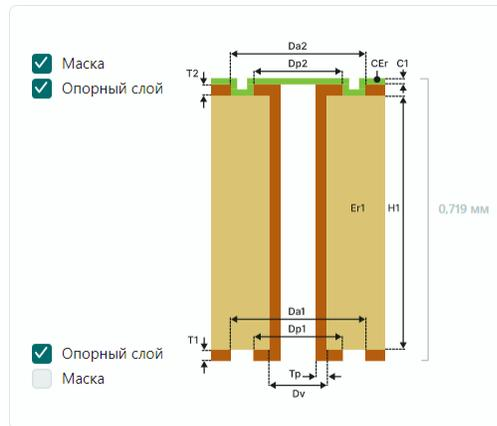

Рис. 24 Выбор структуры ЛП
2. Активировать/деактивировать требующиеся слои маски и опорные слои с помощью установки/снятия флагов в чек-боксах, см. Рис. 24.